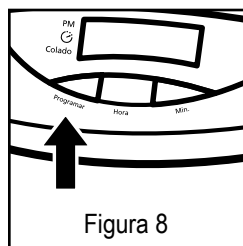

Figura 8
1. Enquanto a cafeteira estiver desligada, pressione e mantenha pressionado o botão para programar o preparo de café. Veja a figura 8.